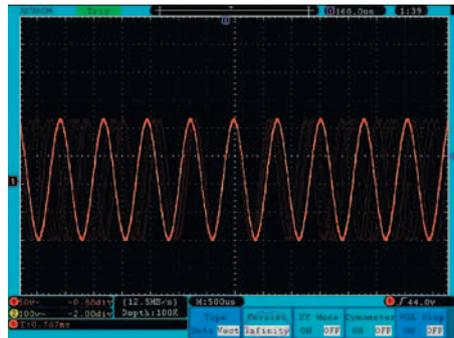

Рис. 31. Режим послесвечения (персистенции) — имитирующий работу аналогового осциллографа в ADS-2xx1M(MV)
- режим послесвечения (персистенции) — имитирующий работу аналогового осциллографа (рис. 31), и ряд других режимов.